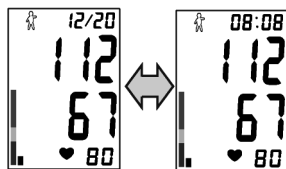

Fig. 13
5. Premere “M1” o “M2” per registrare il valore misurato nella corrispondente memoria. Ad es.: premendo “M2”, il display sarà come indicato nella Fig. 13. Se l’utente non preme il tasto, il valore misurato non sarà registrato;